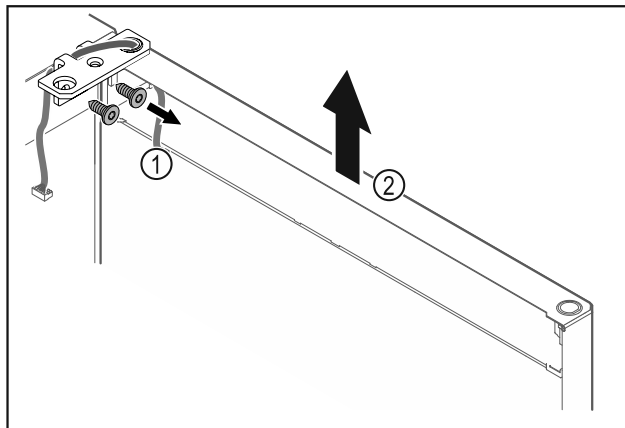

Fig. 16
- Scharnierwinkel Fig. 16 (1) abschrauben.
- Tür inklusive Scharnierwinkel Fig. 16 (2) circa 200 mm (7.87 in) gerade nach oben heben und abnehmen.